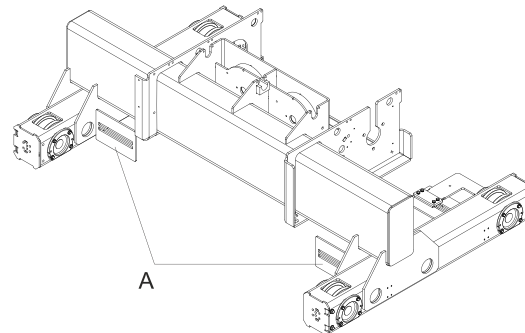

Fig. 28
1. Aflojar los tornillos de sujeción (1) del seguro contra levantamiento.
3. En OE-S07 8/2-1, dos chapas de sujeción (a) están soldadas fijas y dos unidades del seguro contra levantamiento deben inclinarse de 90°, véase Fig. 28.